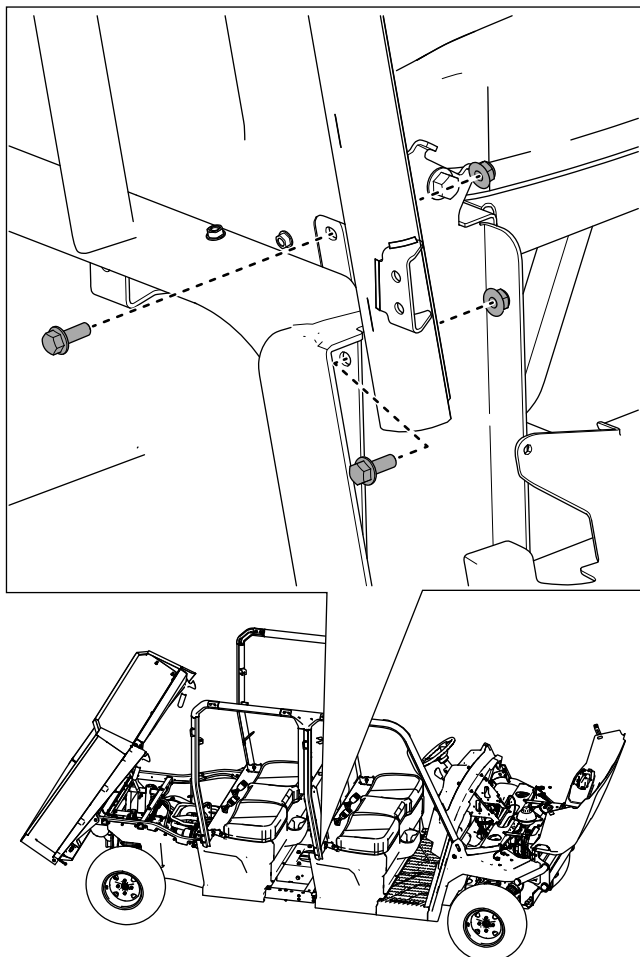

Figura 47
13. Sujete provisionalmente la parte inferior del conjunto central derecho de la barra antivuelco a la base del asiento usando 2 pernos con arandela prensada ($\frac{3}{8}$ " x 1") y 2 contratueras ($\frac{3}{8}$ "), como se muestra en la Figura 47.